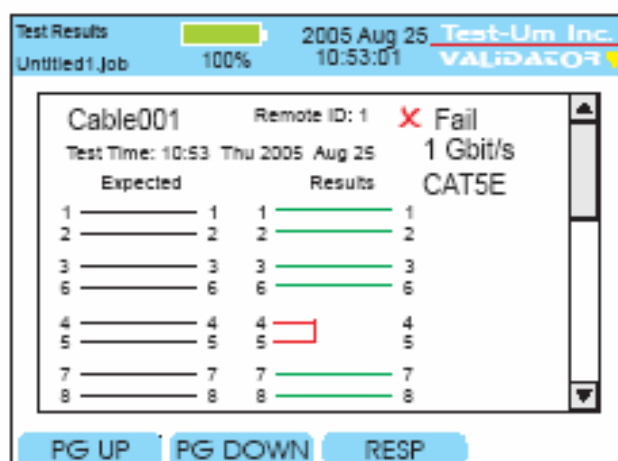

Figure 37 : Détection d'un court-circuit sur les paires 4 et 5
**Court-circuit** - La paire présente une connexion à faible résistance entre les fils ou le blindage. Les paires de fils concernées et la distance jusqu'au court-circuit, (exprimée en mètres ou en pieds), apparaissent en rouge sur l'écran du plan de câblage (voir figures 37 et 38).